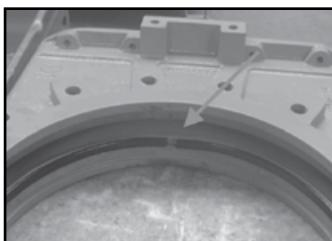

Рис. 5
- Удалите старые уплотнения (4) и нож (2) и почистите камеру сальника.
- Удалите фиксирующее кольцо (10), которое прижимает седловое уплотнение (3).
- Удалите поврежденное седловое уплотнение (3) и почистите его паз в корпусе.
- При условии, что новое уплотнение изготовлено под размер, поместите его в паз в корпусе (убедитесь, что стыки уплотнения сверху) (Рис. 5 и 6).